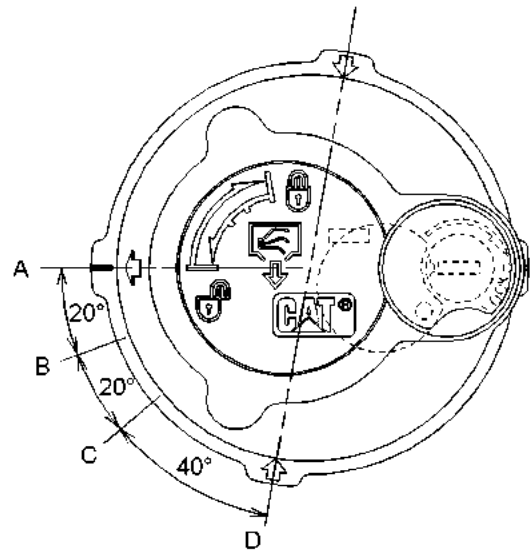

Ilustración 471
- (A) Posición TRABADA
- (B) Posición ALIVIO DE PRESIÓN - ARRANQUE
- (C) Posición ALIVIO DE PRESIÓN - FINALIZAR
- (D) Posición ABIERTA
6. Suelte la presión que puede haber en el circuito hidráulico de retorno con el siguiente procedimiento. Consulte la Ilustración 471 para ver las posiciones de la tapa del tubo de llenado.
- a. Gire la tapa del tubo de llenado hacia la izquierda, sin aplicar fuerza hacia abajo, y mueva la flecha de la posición (A) a la posición (B).
- b. Suelte la presión durante un mínimo de 45 segundos moviendo la flecha de la posición (B) a la posición (C).
- c. Empuje el centro de la tapa del tubo de llenado hacia abajo. Sin inclinar la tapa del tubo de llenado, mueva la flecha de la posición (C) a la posición (D).